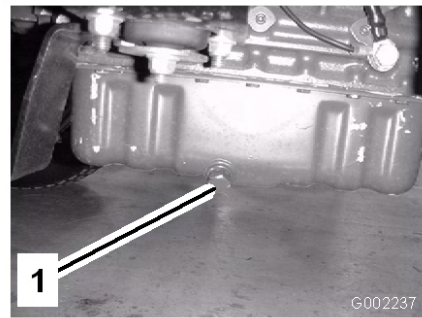

Figura 40
5. Retire el tapón de vaciado (Figura 40).